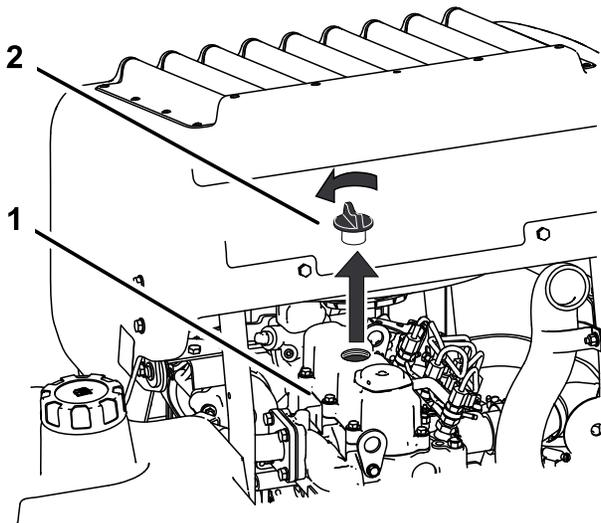

Figura 40
6. Retire el tapón de llenado de aceite de la parte superior del motor (Figura 40). Esto facilitará el vaciado del aceite.
2. Retire el tapón de llenado y la varilla (Figura 40).